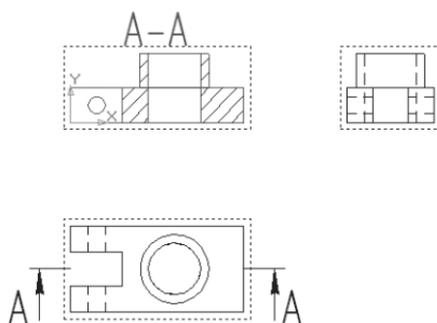

Рис. 326
- щелчком ЛКМ создайте разрез А–А. После этого система сделает его текущим (рис. 326). В случае неточного построения воспользуйтесь командой  – отменить и выполните построение еще раз;